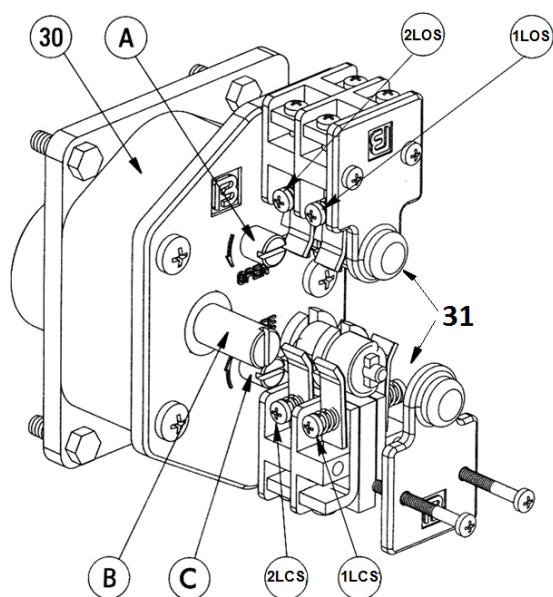

Рис. 2 Ограничитель хода выходного вала
Ограничитель хода выходного вала состоит из редуктора 30 (рис. 2) и роторного механизма микровыключателей.
Ограничитель хода выходного вала (рис. 2) через переходной вал (5) (рис. 1) механически связан с выходным валом электропривода. После надлежащей настройки ограничитель хода выходного вала соответствует определенным положениям затвора. При достижении затвором арматуры этих положений срабатывают соответствующие микровыключатели, отключая электропитание электродвигателя.